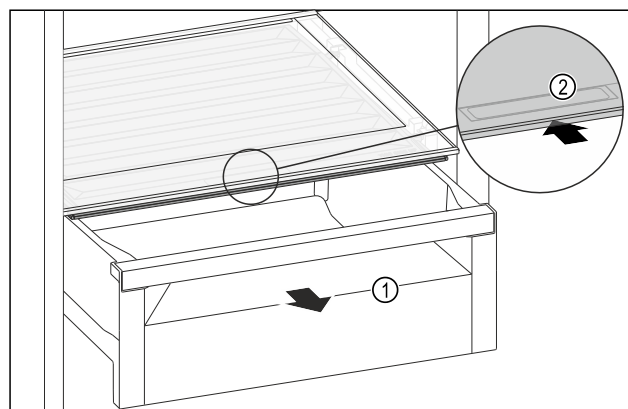

Fig. 115
- Schuifvak Fig. 115 (1) uittrekken.
- Greeplijst Fig. 115 (2) op het vakdeksel vastpakken en het vakdeksel gelijktijdig naar achteren schuiven.